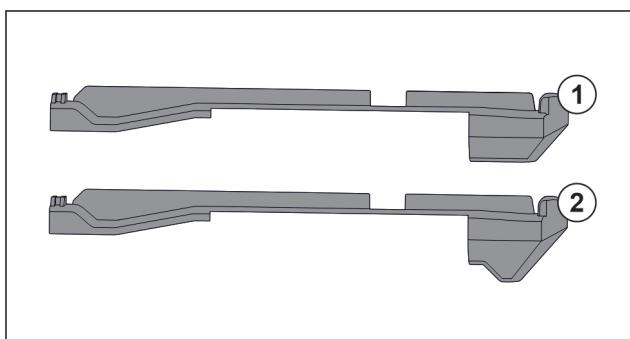

Fig. 18 Сравнение вставных частей
- В устройстве находятся две разные вставные части. Вставная часть над самым нижним выдвижным ящиком Fig. 18 (2) имеет треугольную кромку. Все прочие вставные части Fig. 18 (1) имеют прямую кромку.
- Установите вставную часть Fig. 18 (2) с треугольной кромкой над самым нижним выдвижным ящиком.
- Установите вставную часть Fig. 18 (1) с прямой кромкой на все прочие места.